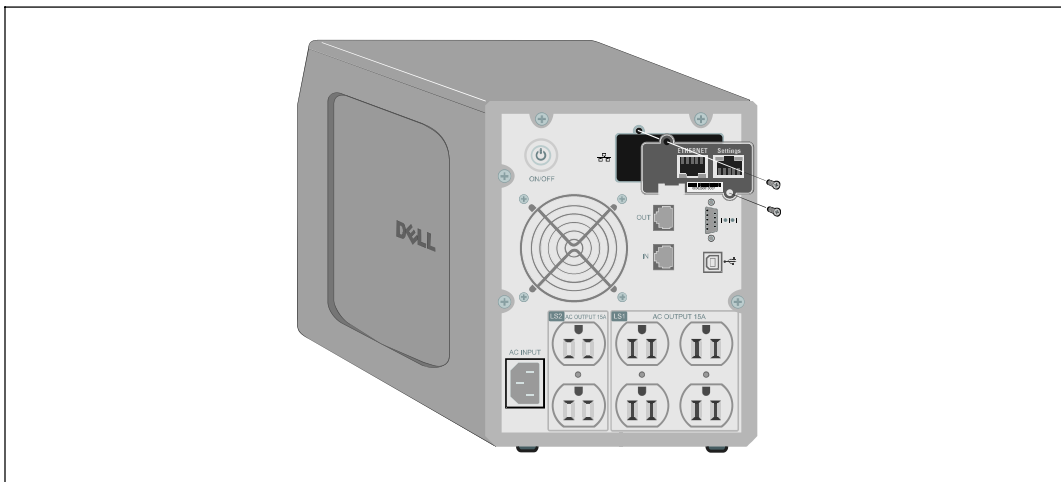

图 4. 安装网络管理卡
- 1 取下 UPS 上的 通信槽 护盖（请参阅图 4）。保留螺钉。
- 4 将卡滑入打开的槽中，然后使用步骤 1 中取下的螺钉固定（请参阅图 4）。